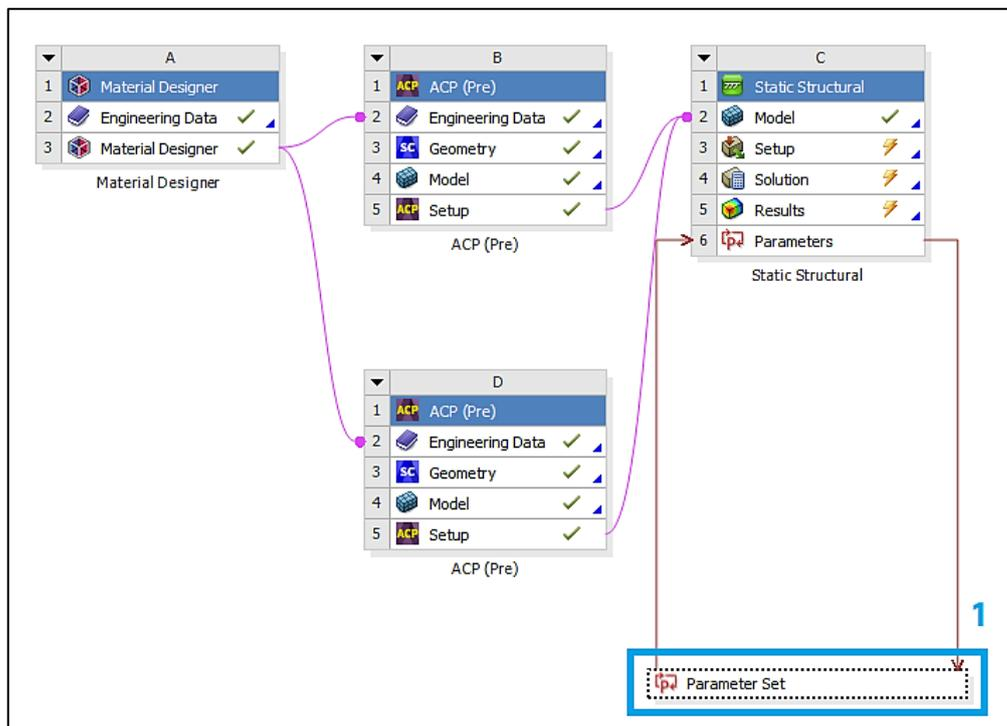

Рис. 31. Переход в набор параметров
– сворачиваем окно *Mechanical* и дважды нажимаем ЛКМ на ячейку *Parameter set (1)* (рис. 31);